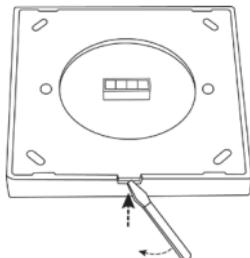

Рисунок 1. Отсоединение панели от основания.
- Отсоедините лицевую панель от основания, аккуратно поддев ее плоской отверткой (Рис. 1).